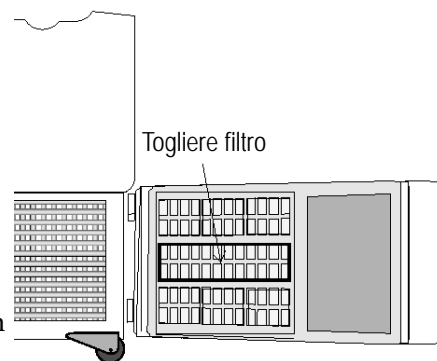

Figura 4-1. Griglia con posizione del filtro
2. Individuare la griglia sulla porta. Vedere Figura 4-1. Afferrare la parte centrale del materiale della griglia e tirare delicatamente verso l'esterno per rimuoverla.